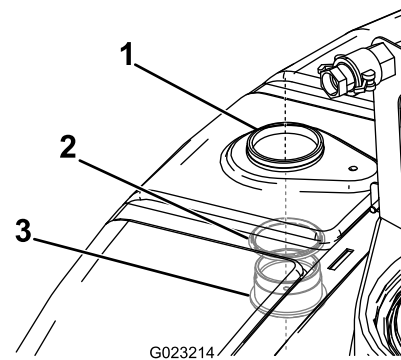

Figura 14
2. Instale el conector estanco y la junta tórica desde dentro del depósito por el taladro perforado anteriormente (Figura 14).